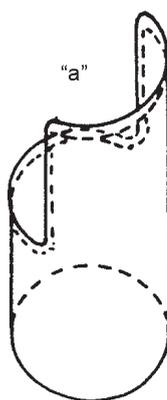

Figura 6
- Traza una línea paralela de aproximadamente 0.5 cm, alrededor del corte que hiciste en la lata (figura 6).